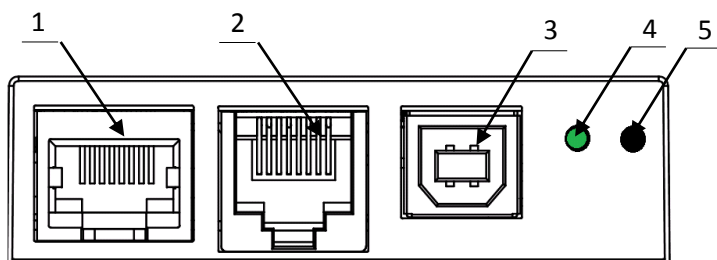

Рисунок 3. Разъемы для подключения внешних устройств к ККТ
3. Панель с разъемами для подключения внешних устройств (подробнее смотрите рисунок 3).
В составе платежного терминала к ККТ Казначей ФА кабелем интерфейса RS-232 (рисунок 3, позиция 2) подключается внешний принтер для печати фискальных документов на бумажном носителе. В базовый комплект поставки не входит. В случае, когда возникает необходимость подключить устройство, не входящее в комплект поставки и приобретенное не у изготовителя ККТ (или его представителя), необходимо обратиться к изготовителю ККТ (или его представителю) для уточнения совместимости ККТ и подключаемого оборудования; требуемых параметров конфигурации и настройки ККТ и оборудования.